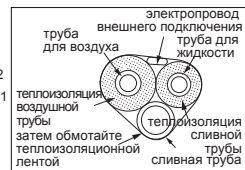

Рис. 3
2. Вытяните трубу из корпуса, обмотайте кабель вокруг трубы и протяните из через отверстие для труб (см. рис.3)